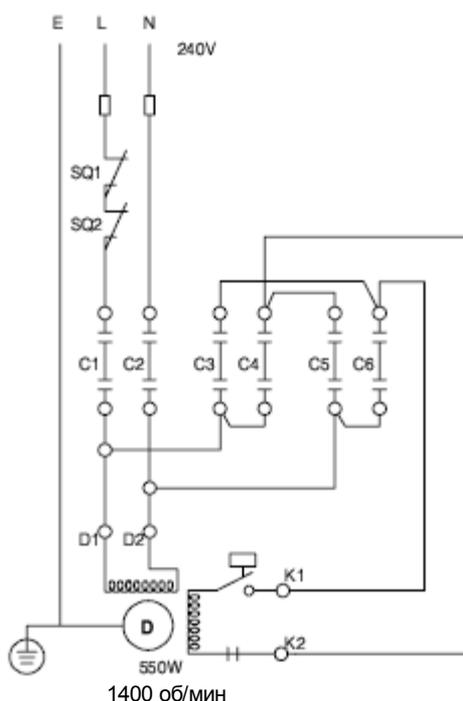

Рисунок 34
Токарный станок ML200 имеет характеристики 550Вт, 1 фаза, 240В, которые определяются характеристиками двигателя (D, рисунок 34).
Перед подключением станка с сети, убедитесь, что характеристики электросети соответствуют характеристикам станка. Используйте электросхему (рисунок 34) для подключения станка к источнику питания.
Ниже приводится электросхема станка (рисунок 34):
- Убедитесь, что правильно подсоединена линия питания (L-N, рисунок 34). Неправильное или некачественное соединение может вывести из строя электроэлементы, что лишит вас гарантии на станок. Признаки неправильного или некачественного соединения: двигатель быстро перегревается (за 3-4 минуты), шумит при работе; не набирает мощность.